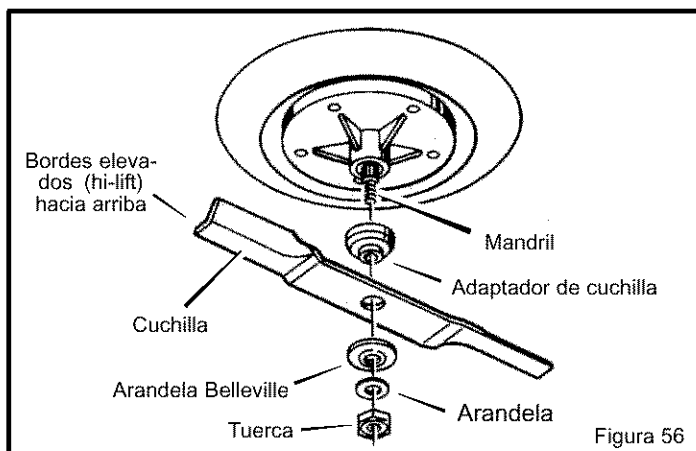

Figura 56
4. Saque la **tuerca, arandelas y cuchilla** (vea la Figura 56).
1. Monte la **cuchilla** y el **adaptador de cuchilla** en el **mandril** (Figura 56).